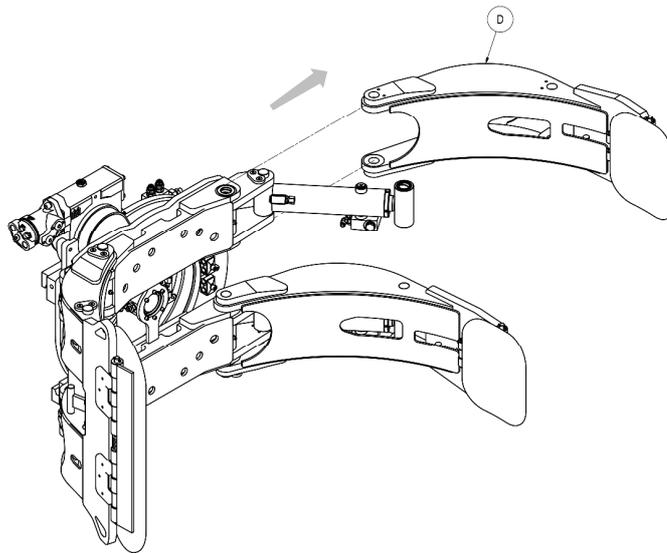

Abbildung 2
2. Entfernen Sie das Gerät vom Gabelstapler an den in Abbildung 2 gezeigten Greifpunkten.
3. Sichern Sie das Gerät mit den in Abbildung 2 gezeigten Greifpunkten.
4. Lösen Sie mit dem entsprechenden Schlüssel die Schrauben „B“ und ziehen Sie den Bolzen „A“ heraus, wie im Detail A Abbildung 2 und im Detail B Abbildung 2 angegeben. Im Detail ist der obere Zylinder-Befestigungsbolzen der festen Struktur angegeben. Führen Sie den Vorgang auch bei den anderen vorhandenen Backen durch.